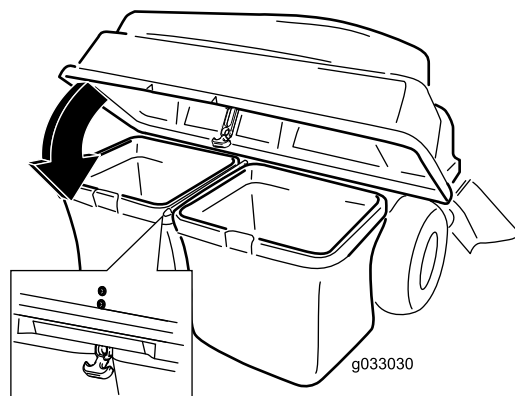

Figure 23
5. Abaissez le couvercle du système de ramassage sur les bacs (Figure 23).